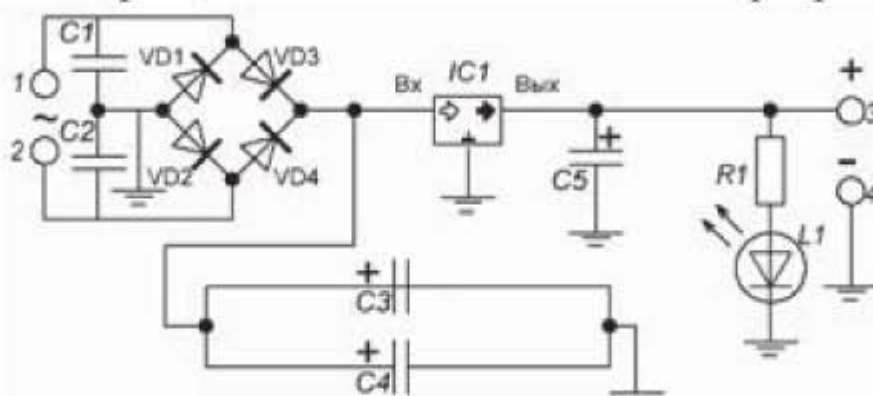

Рис. 4.29. Принципиальная схема
Имеется рисунок принципиальной схемы устройства «Стабилизированный источник питания 18В/0,5А» из радиолюбительского набора компании «Мастер Кит», представленный на рис. 4.29. Необходимо выполнить разводку платы по принципиальной схеме и нанести маркировку на плату.
– Контакт №1. Из принципиальной схемы (рис. 4.29) следует, что этот контакт связан с контактами двух конденсаторов и контактами двух диодов. Прделаем следующую эквивалентную операцию: контакты конденсаторов и диодов, связанные с контактом №1, посадим на слой металлизации, т.е. заземлим, а контакт №1, который становится лишним, удалим. Чтобы связать контакты конденсаторов и диодов со слоем металлизации, надо удалить у них изолирующий зазор. Делаем это следующим образом. Удаляем дорожки, связывающие контакт №1 с конденсаторами и диодами, и удаляем дорожки между конденсаторами и диодами. Далее дважды щелкаем по элементам и в выпадающем окне нажимаем кнопку *Редактировать*. Разгруппировываем графические изображения конденсаторов и диодов и удаляем изолирующий зазор у земляных контактов. Контакт №1 также удаляем.